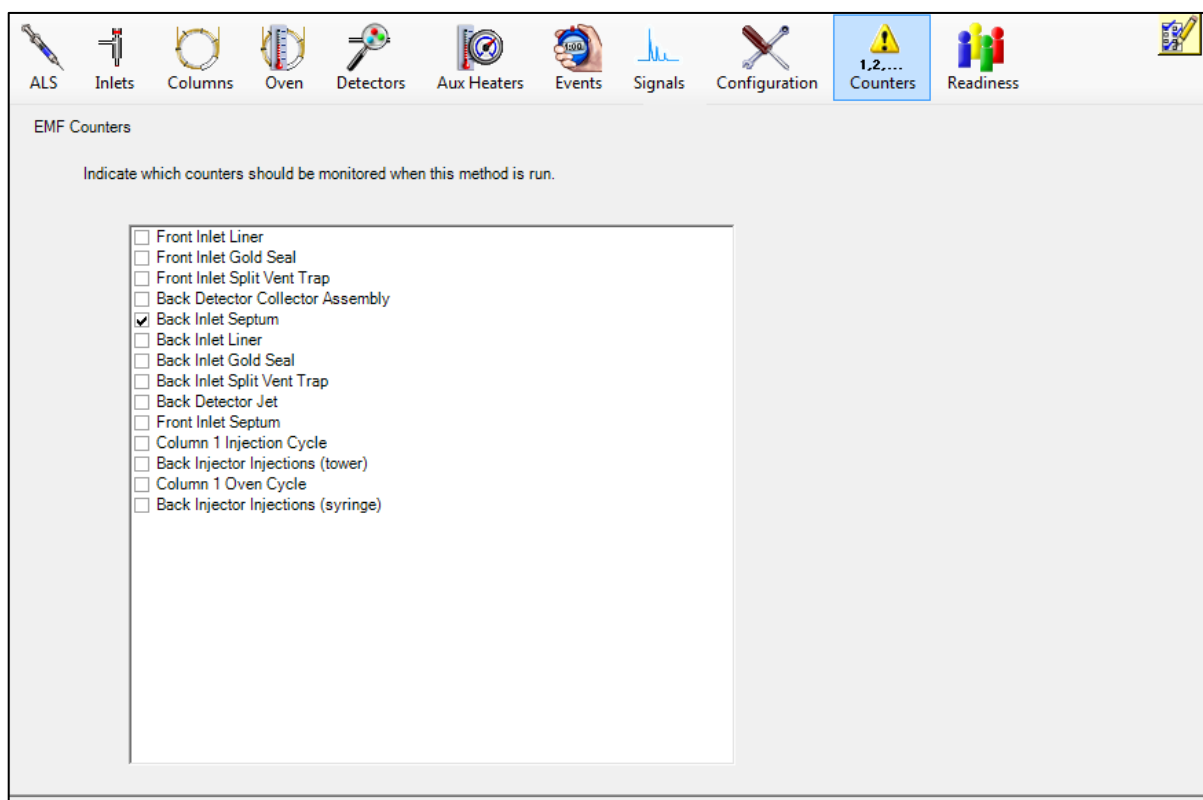

Figura 19. Ícone "Counters" da janela "GC Edit Parameters", incluindo exemplo de preenchimento de informações.
- 4.1.56** Clique no ícone "Counters" (Figura 19). Se o método pertence ao GC-MS, marque somente a caixa "Back Inlet Septum". Se o método pertence ao GC-FID, marque somente a caixa "Front Inlet Septum".